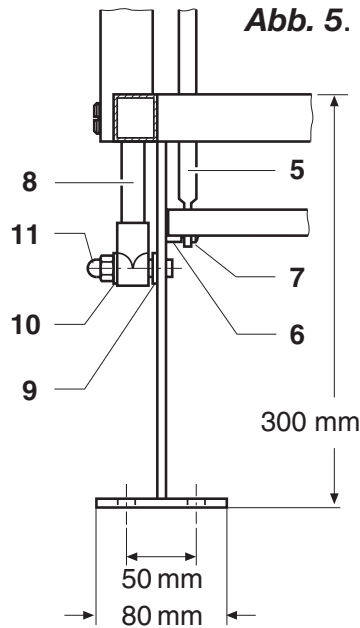

Abb. 5.
- Fußgestänge **5** am Lagerbolzen **6** einhängen und mit Sicherungsscheiben **7** sichern, **Abb. 5.**
- Gasfeder **8** in Lagerbolzen **9** einhängen, mit Scheiben **10** und Hutmutter **11** befestigen, **Abb. 5.**